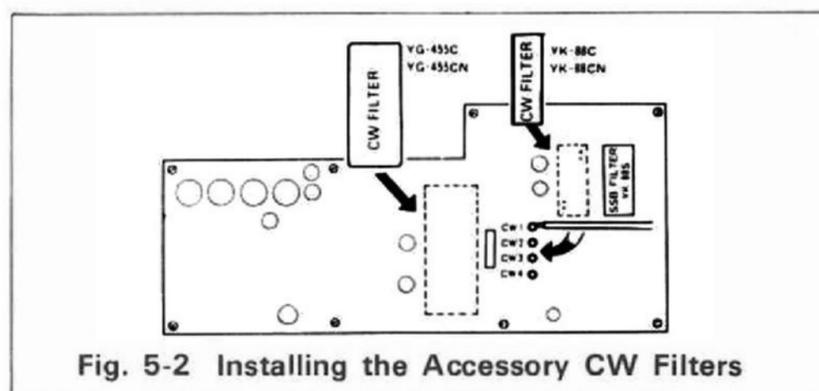

Fig. 5-2 Installing the Accessory CW Filters
8. Spostate, come illustrato in Fig. 5-2, il connettore dalla posizione CW1 a CW2 + CW4.